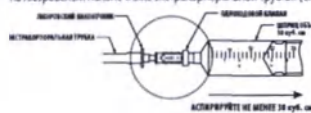

Рис. 2
- Надежно закрепите шприц объемом 30 куб. см с одноканальным клапаном на люэровском наконечнике экстракорпоральной трубки. (См. рис. 2.)